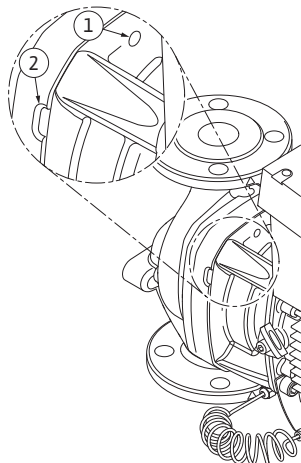

Fig. 51: Alezaje filetate și fante pentru împingerea ansamblului motor cu rotor hidraulic din carcasa pompei
13. Împingeți ansamblul motor cu rotor hidraulic (vezi Fig. 13) din carcasa pompei. Pentru aceasta se recomandă utilizarea celor două alezaje filetate (Fig. 51, Poz. 1), mai ales pentru slăbirea suportului. Pentru slăbirea fixării în suport, introduceți prin înfiletare șuruburi adecvate în alezajele filetate. În cazul în care ansamblul motor cu rotor hidraulic se poate mișca ușor, pentru împingere se pot utiliza suplimentar fantele (Fig. 51, Poz. 2) dintre carcasa pompei și piesa intermediară (pentru aceasta introduceți de exemplu două șurubelnițe și utilizați-le pentru a forma o pârghie). După o distanță de împingere de cca. 15 mm, ansamblul motor cu rotor hidraulic nu se mai află în carcasa pompei.